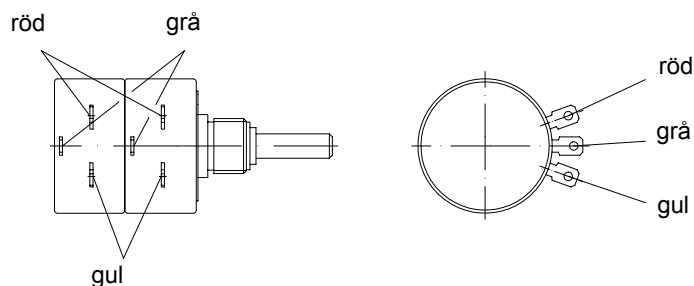

Fig 13
- Anslut flatkontakterna från de grå ledarna av potentiometer-anslutningskablarna till kontaktstiften i mitt - de röda på de övre kontaktstiften och de gula på de undre kontaktstiften av potentiometern (fig 13).
- Sätt in potentiometerenheten i styrningen och flytta den tills kugghjulet (pos. 50.73) går i ingrepp med kopplingsslidens kuggstång.
- Armaturslaglängd >30 mm: Haka fast böj fjädern (pos. 50.70) i det vänstra fönstret i korthållaren (pos. 50.42), lägg in fjädern i styrningen mellan glidstycke och potentiometerstyrningen samt haka fast den i urtaget nedanför potentiometern.